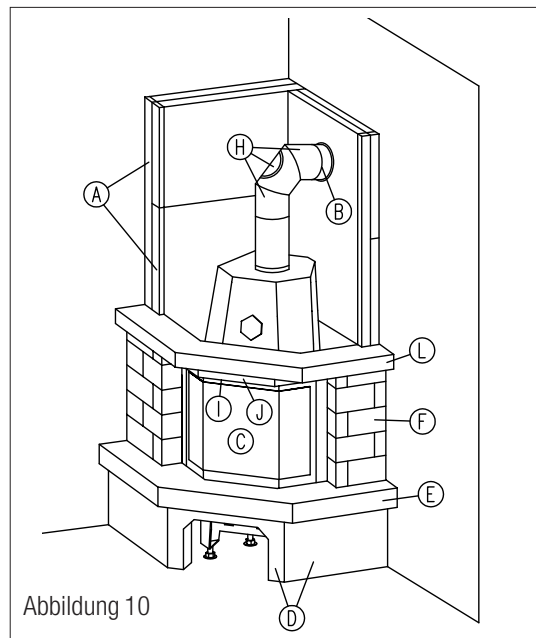

Abbildung 10
13.1 Sie können die Schürze entweder lotrecht oder mit einer leichten Schräge zur Zimmerdecke erstellen. Zeichnen Sie sich den gewünschten Schürzenlauf an der Anbauwand auf. Von diesem Aufriss messen Sie nun ca. 4 cm (Stärke der Schürze) nach innen zurück und ziehen eine zweite Linie parallel zur ersten. Bis dort hin muss die Dämmung reichen. Die obere Begrenzung der Dämmung liegt etwa 5 cm über dem Rauchrohereintritt. Dies ist auch das Einbaumaß für die Zwischendecke. **(Abb. 10)**